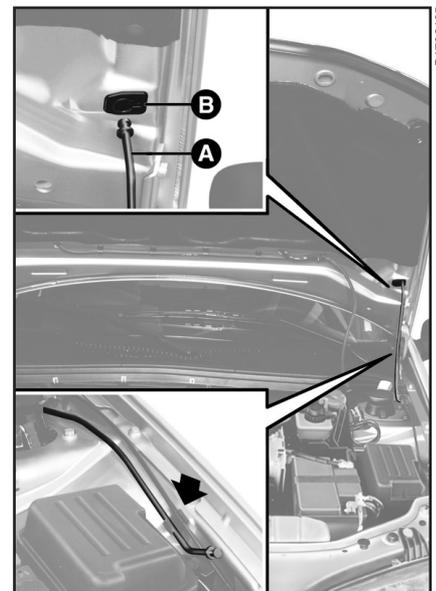

рис. 84
3) Взявшись рукой за центр передней кромки капота, поднимите капот; одновременно освободите из фиксаторов опорную штангу **A** (рис. 84).
1) Приподняв капот одной рукой, другой выведите штангу **A** (рис. 84) из гнезда **B** и разместите ее в соответ- ствующих фиксаторах.